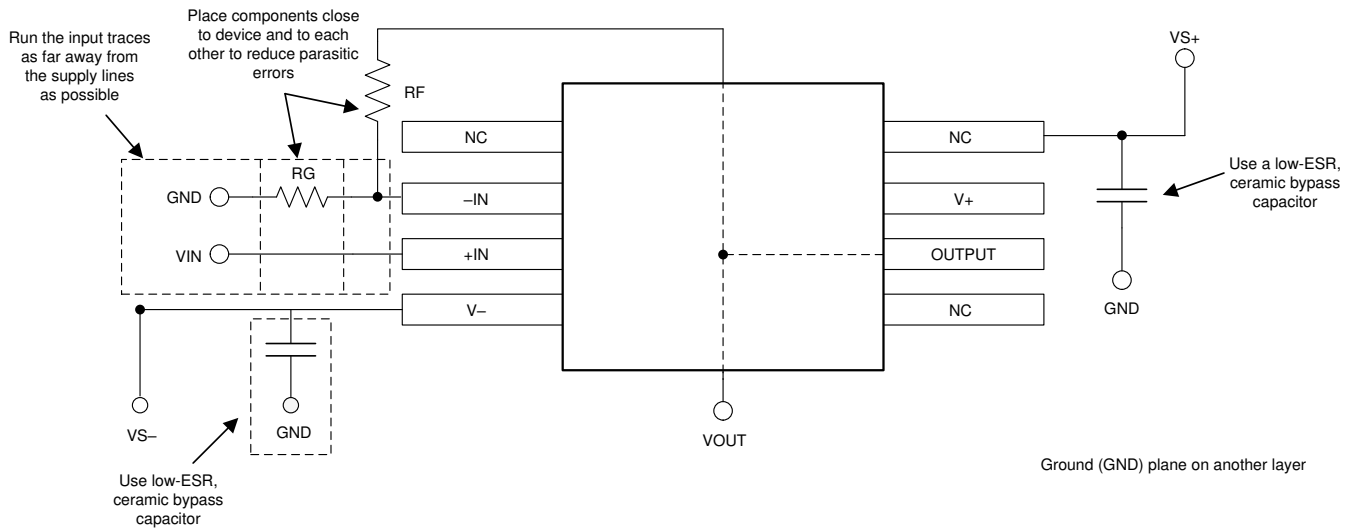

图 10-2. 同相配置的运算放大器电路板布局布线
- 外部元件应尽量靠近器件放置。如图 10-2 所示，保持  $R_F$  和  $R_G$  接近反相输入可以最大限度地减少寄生电容。